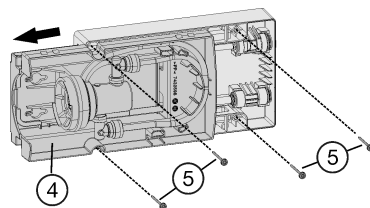

Fig. 61
- ▶ Sortir le tiroir Fig. 61 (4) jusqu'à la position d'arrêt.
- ▶ Fixer le module à l'aide de 4 vis Fig. 61 (5) à l'avant à travers les trous oblongs et à l'arrière directement à travers le module.